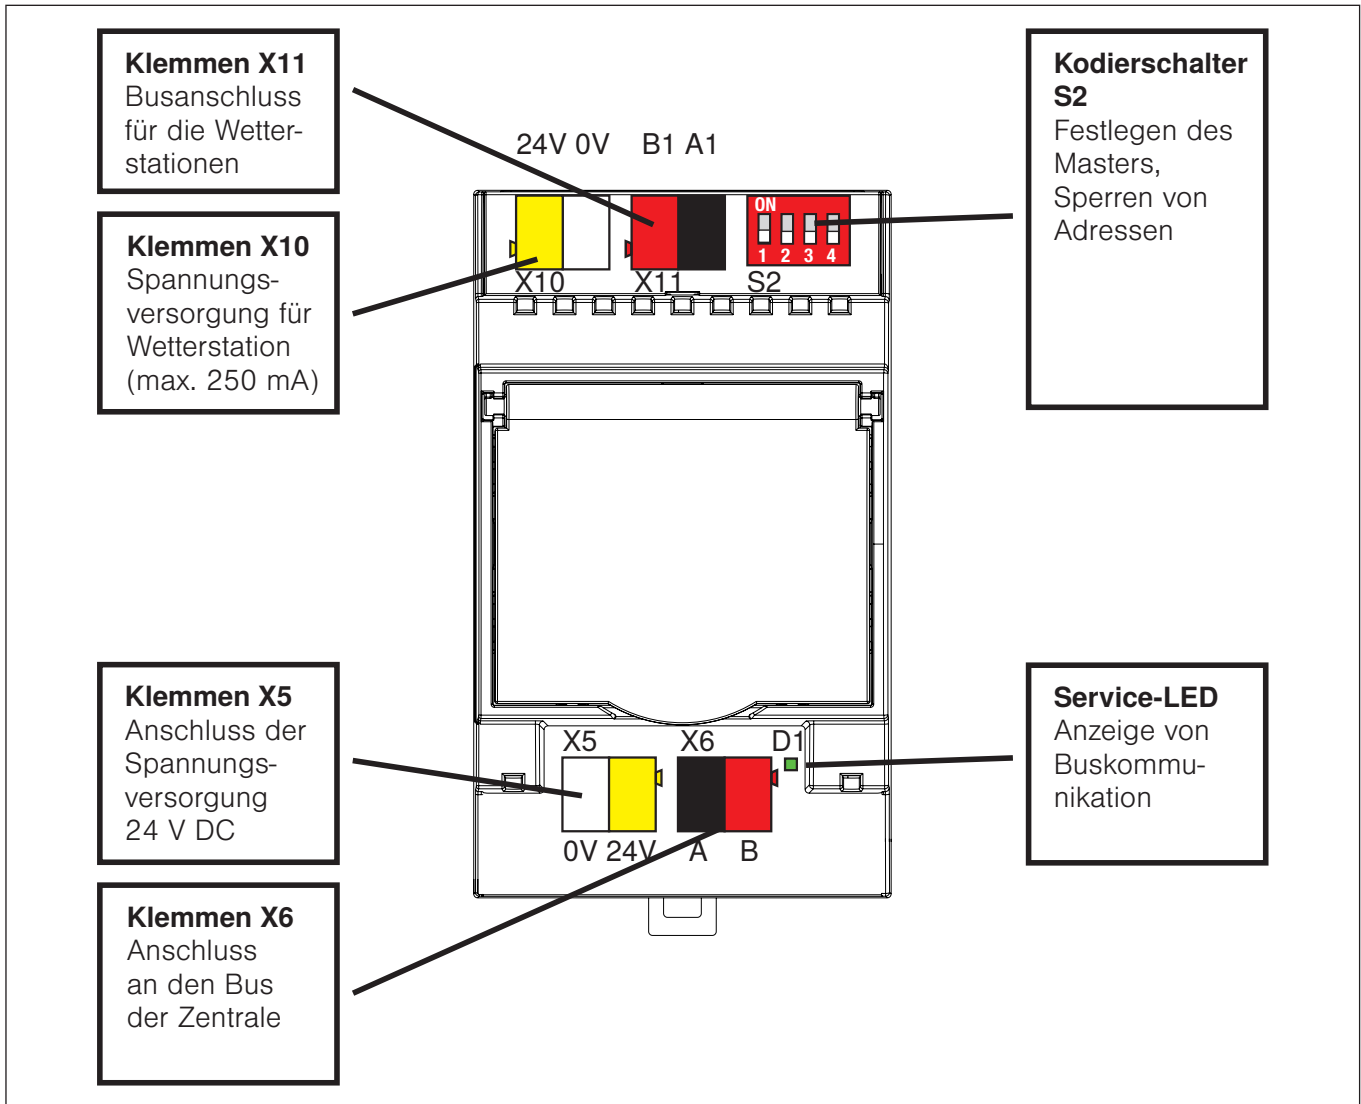

Abb. 6 Alle Anschlüsse auf einen Blick
- ▶ **Verwechseln Sie keinesfalls die Anschlüsse des Busses der Zentrale (Klemmen A und B) mit den Busanschlüssen für die Wetterstationen (Klemmen A1 und B1). Siehe Abb. 6 auf Seite 16.**